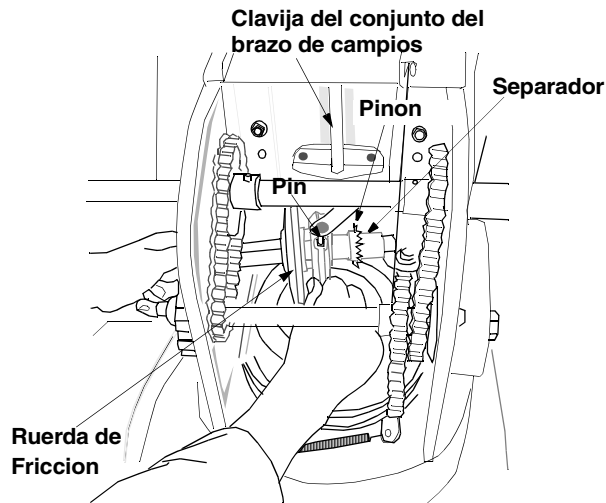

Figura 34
- Inserte la clavija del conjunto del brazo de cambios dentro del conjunto de la rueda de fricción y mantenga el conjunto en posición. Vea la Figura 34.